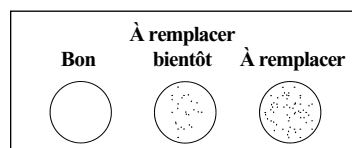

FIGURE 2. TABLEAU DE REMPLACEMENT DU CÂBLE À FIBRES OPTIQUES
La rupture de fibres optiques peut provoquer une interruption de la lumière et du fonctionnement. Placez-vous face à une lampe pour regarder le connecteur d'embout du câble à fibres optiques et examinez-le afin de déceler les fibres cassées. Elles sont indiquées par de petits points noirs sur leur surface (cf. figure 2). N'utilisez pas la source lumineuse pour fibres optiques afin de réaliser ce test car son intensité pourrait provoquer des lésions oculaires. Tout câble à fibres optiques endommagé ne doit pas être utilisé mais doit être remplacé.
- c. Maintenez le connecteur d'embout devant une lampe normale et examinez l'extrémité de l'adaptateur de source lumineuse du câble pour vous assurer que les fibres ne sont pas cassées. Remplacez le câble si trop de fibres sont brisées (cf. figure 2). Toute détérioration des fibres réduira la quantité de lumière transmise si bien que la bougie n'illuminera pas suffisamment. Si l'émission de lumière est réduite, il convient alors de remplacer le câble à fibres optiques.